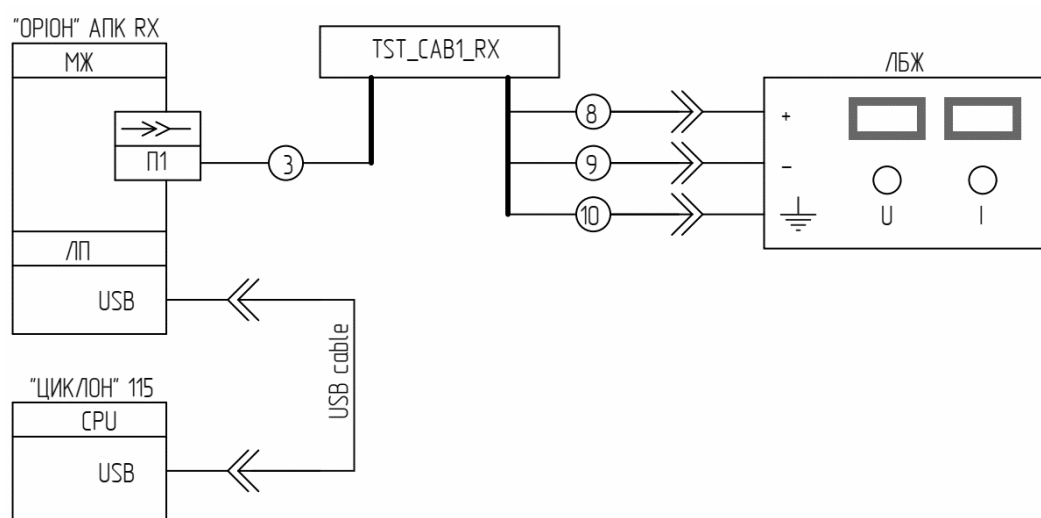

Рисунок 8.7.1 – Підключення «ОРИОН» АПК RX до ПК і «ЦИКЛОН» 115
- 1) Підключити «ОРИОН» АПК RX до «ЦИКЛОН» 115 і ЛБЖ з допомогою тестового кабелю «TST\_CAB1\_RX» і USB кабелю «USB cable» (див. рисунок 8.7.1);